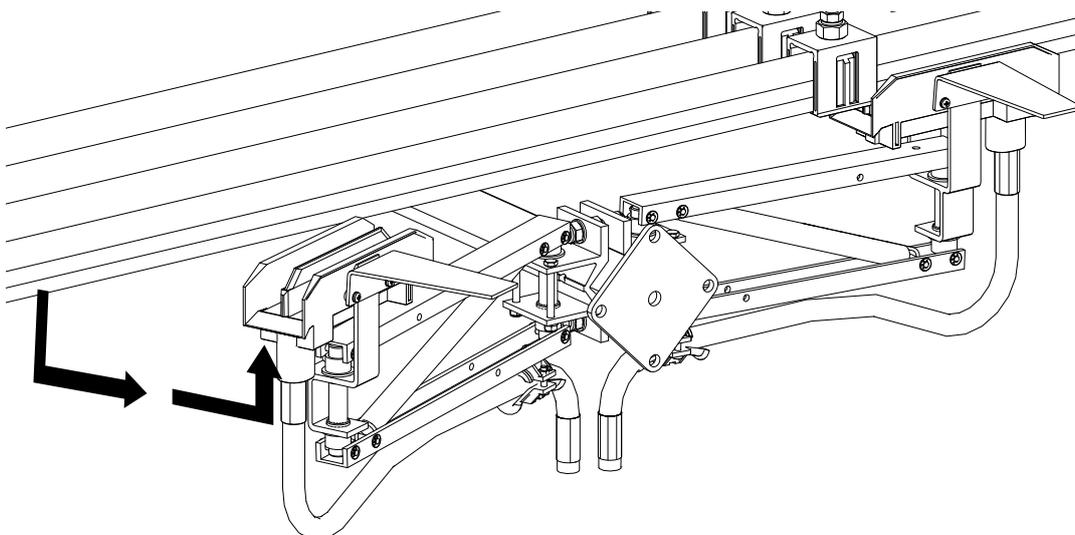

Fig. 120 : Retirer le capteur de courant du rail conducteur
- Tirer le capteur de courant vers le bas à l'état suspendu et le dévisser latéralement afin de pouvoir le retirer du rail conducteur (voir Fig. 120). En présence de plus de trois pôles, il peut être nécessaire de démonter le capteur de courant de l'entraîneur.